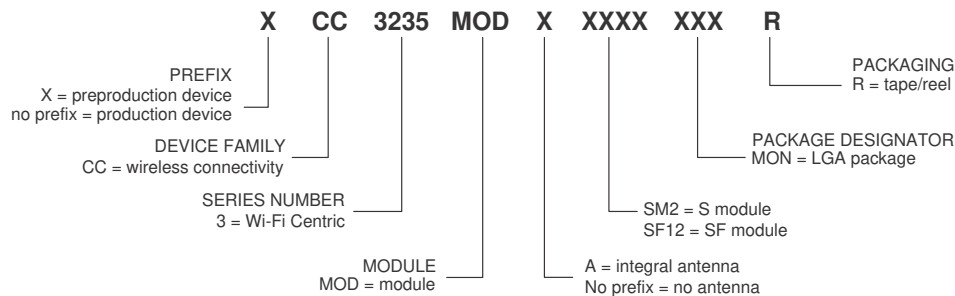

图 11-1. CC3235MODx 和 CC3235MODAx 模块命名规则
为了指明产品开发周期所处的阶段，TI 为 CC3235MODx 和 CC3235MODAx 以及支持工具的器件型号分配了前缀（请参阅图 11-1）。
- 更改了图 11-1 98